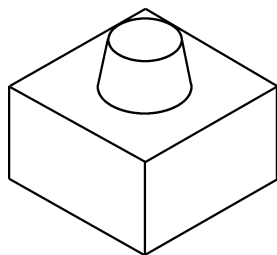

图 7-73 完成柱面拔模
(7) 预览模型，符合要求后，单击控制区【应用】按钮，完成柱面拔模特征，如图 7-73 所示。